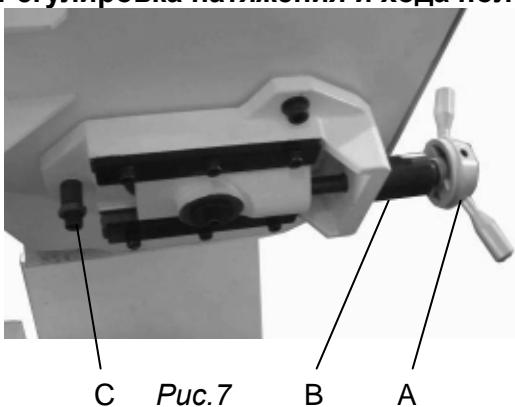

Рис.7
Для натяжения ленточного полотна, поверните рукоятку (A) Рис.7 по часовой стрелке. Шкала значения натяжения (B) размещена за рукояткой (A) и снабжена указателем. На шкале размечены контрольные значения усилия натяжения полотна 20.000, 30.000 и 35.000 фунтов за квадратный дюйм (psi). Для полотен из углеродистой стали натяжение должно быть 20.000 psi. Для биметаллических полотен (аналогичных поставляемому со станком), натяжение должно быть 30.000 или 35.000 psi. Всегда ослабляйте натяжение ленточного полотна после окончания работы в конце каждого рабочего дня, чтобы продлить срок его службы. Удостоверьтесь, что зубья ленточного полотна направлены в нужном направлении.
Правильно отрегулированное ленточное полотно при работе должно слегка касаться буртиков шкивов. Если между ленточным полотном и буртиками имеется значительный зазор, необходимо затянуть или ослабить регулировочный винт (C), Рис.7.